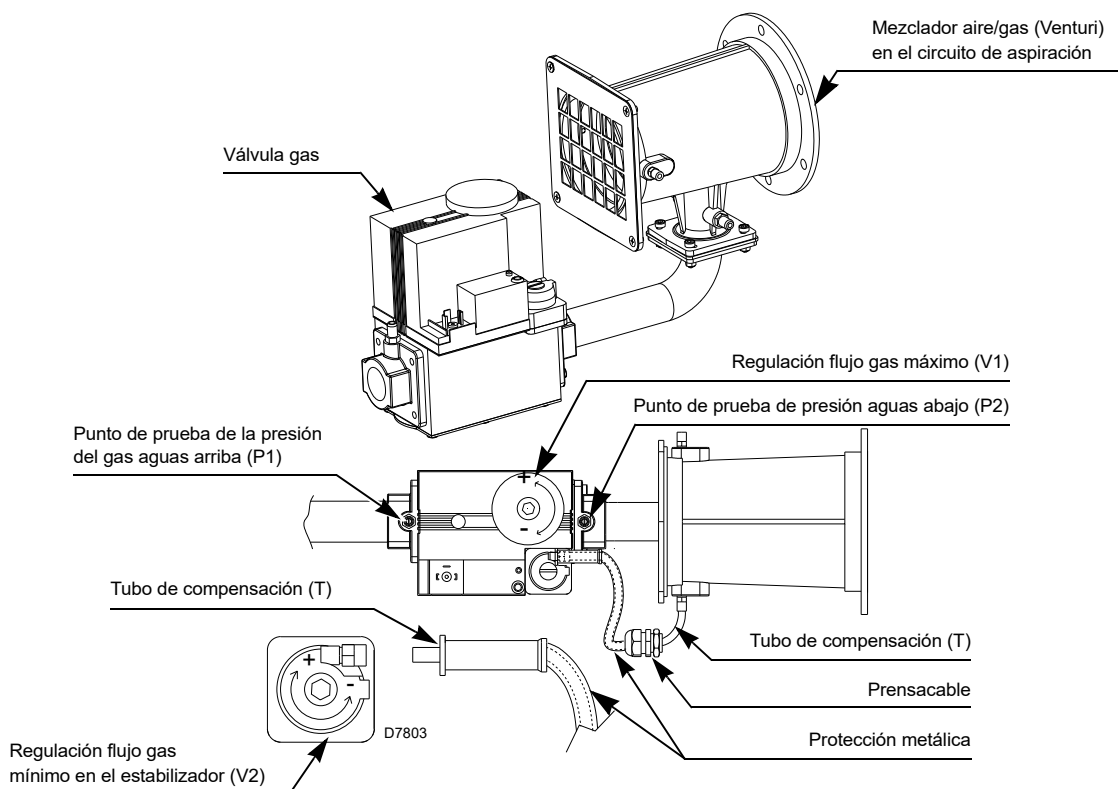

Fig. 23
Para variar el caudal máximo de gas, utilizar el tornillo V1 (Fig. 23 en la pág. 27).
Para variar el caudal mínimo de gas utilizar el tornillo V2 que se encuentra en la válvula de gas (Fig. 23 en la pág. 27).
- purgar el aire por la tubería del gas mediante el tornillo en el conector hembra (Fig. 23 en la pág. 27).